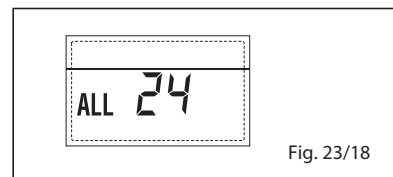

Fig. 23/18
- ANOMALIA SONDA FERVIDOR SOLAR (S2) "ALL 25" (fig. 23/19)